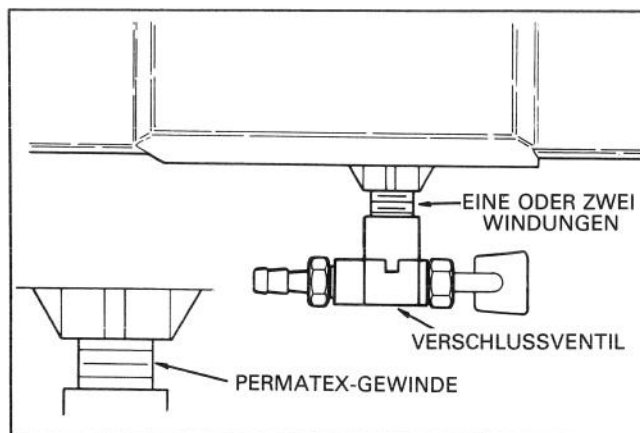

Abb. 7
12. Vorsichtig ein neues Kraftstoffverschlußventil in den Kraftstofftank einschrauben. Dabei nur ein oder zwei Umdrehungen vornehmen (Abb. 7). Vorsichtig vorgehen, so daß das Gewinde nicht beschädigt wird.